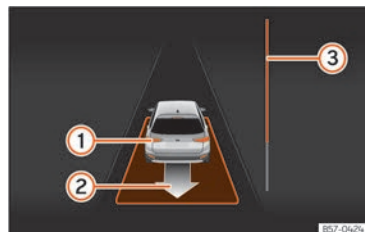

Abb. 206 Am Bildschirm des Kombi-Instruments: parallel zur Fahrbahn ausparken.
- Fahren Sie rückwärts, bis das Dauertonsignal des ParkPilot ertönt; **ODER:** fahren Sie zurück, bis am Bildschirm des Kombi-Instruments die Anzeige zur Vorwärtsfahrt erscheint. Die Fortschrittsanzeige »» **Abb. 206** **③** zeigt den zurückzulegenden Abstand an »» **Seite 307**.